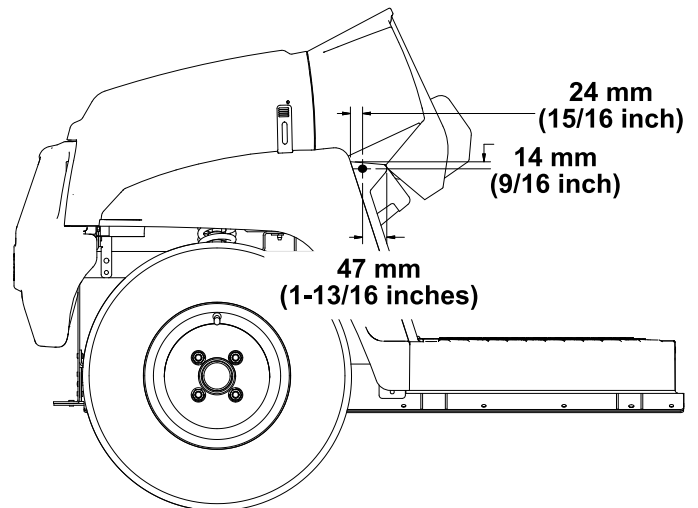

Рисунок 2
2. Просверлите в наружной поверхности подножной панели с левой и правой стороны автомобиля одно отверстие (5/16 дюйма) по размерам, указанным на Рисунок 2.